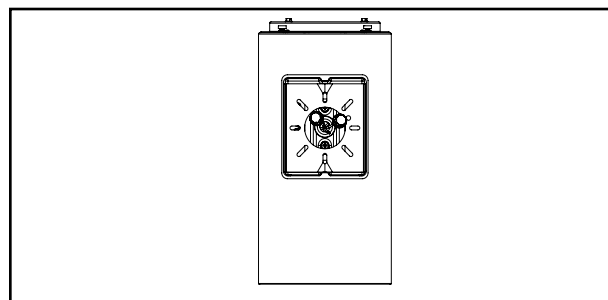

Figure 1.
1. Installez la plaque de montage mural à la boîte d'épissure en utilisant les outils de la boîte (non fournis) et serrez au couple de 2 Nm (17 po/lb) pour l'utilisation d'une vis 8/32 (Figure 1.).